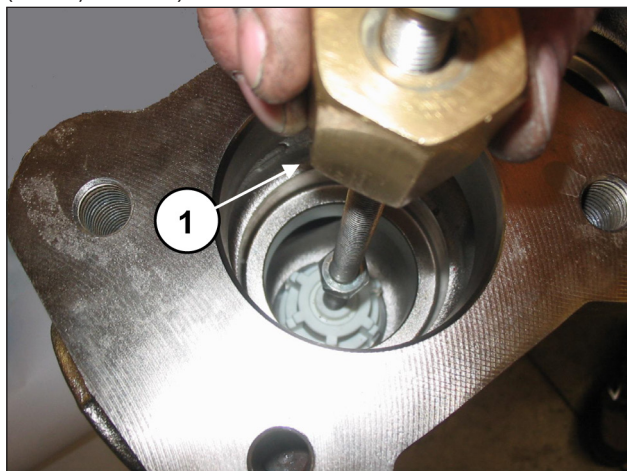

Abb. 112
Entfernen Sie die Druckventilgruppe mithilfe eines Abziehers mit Schlagwerk an der Bohrung M10 der Ventilführung (Pos. ①, Abb. 112).